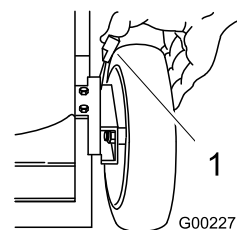

Figure 18
1. Tirez le levier de réglage de hauteur vers la roue (Figure 18) et amenez-le à la position voulue.